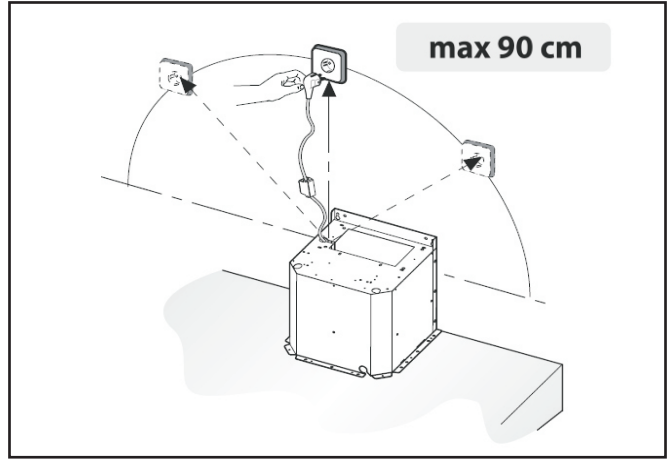

Fig.2
- Aunque se trata de un aparato provisto de un interruptor, es aconsejable que al efectuar la instalación el aparato esté situado de forma que la clavija de conexión a la red eléctrica sea accesible **(Fig.2)**.